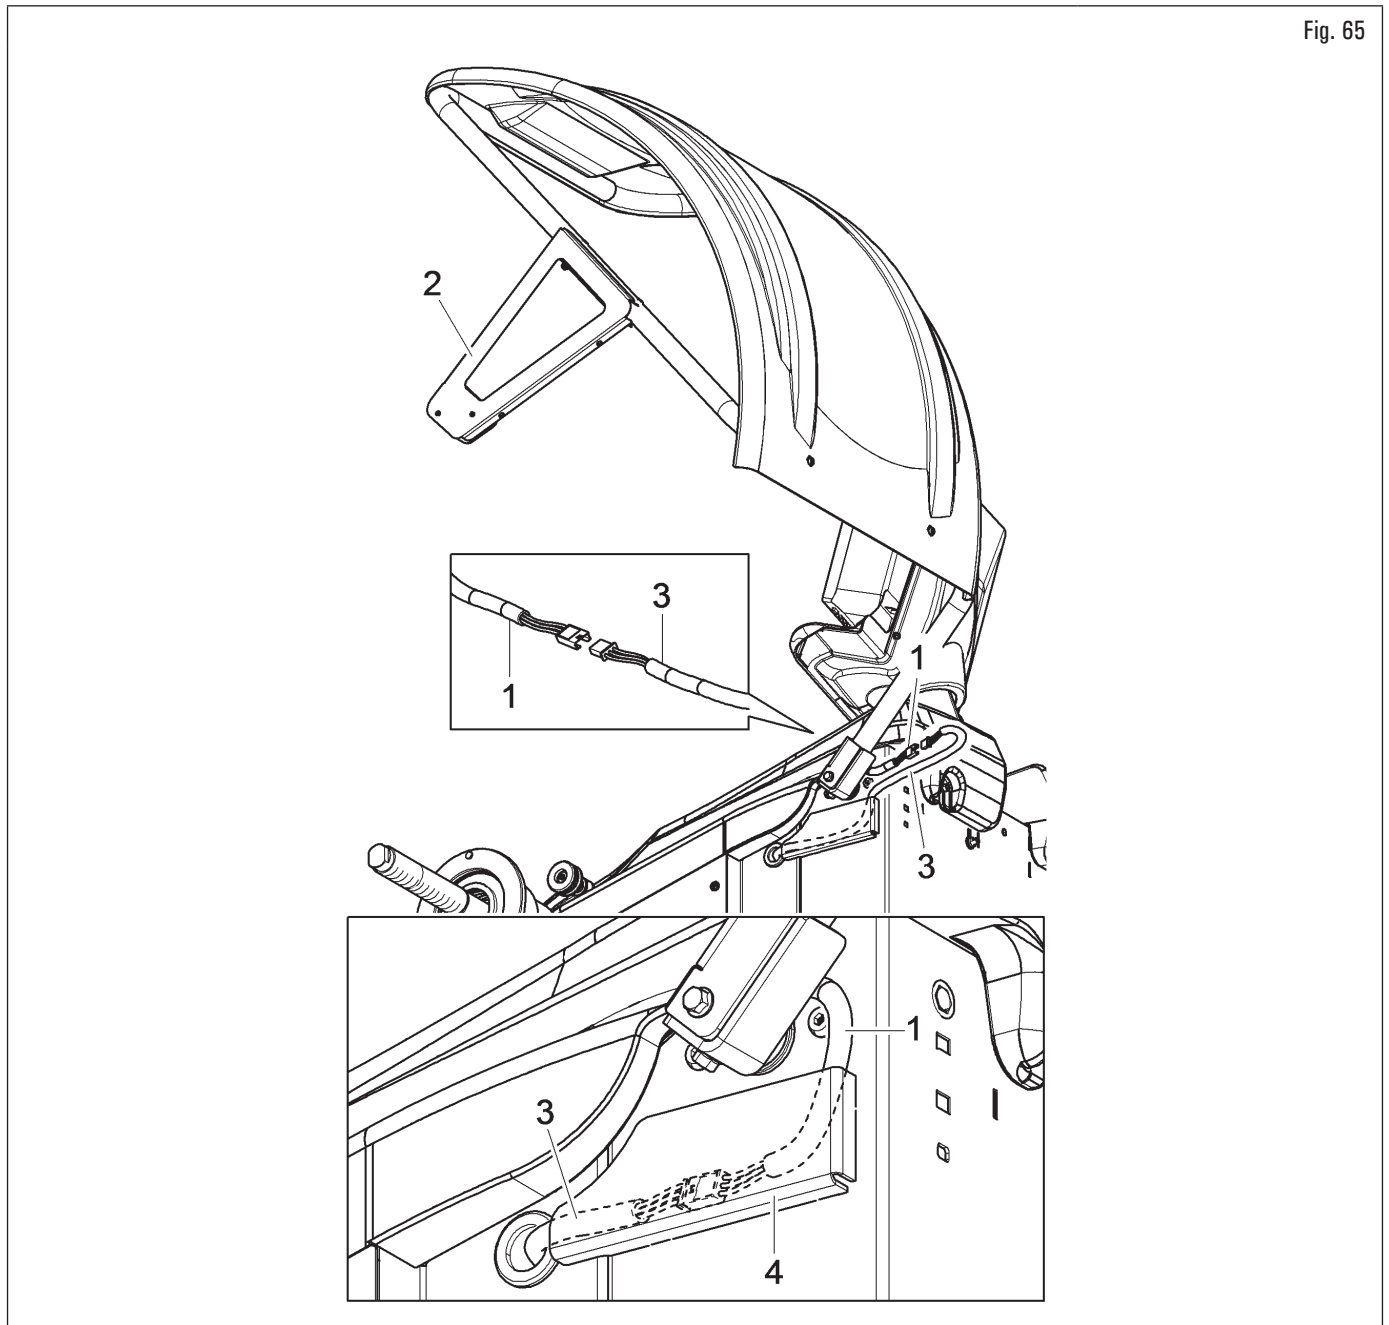

Fig. 65
2. collegare il cavo (Fig. 65 rif. 1) del sensore ad ultrasuoni del gruppo misuratore larghezza automatico (Fig. 65 rif. 2) al connettore predisposto (Fig. 65 rif. 3);
3. al termine del collegamento, infilare i connettori nella tasca (Fig. 65 rif. 4) predisposta sul telaio dell'equilibratrice.